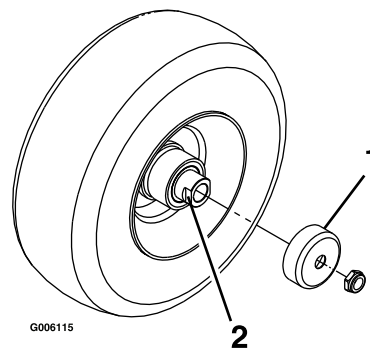

**Figura 42**
9. Retire el engrasador del orificio. Instale el tapón hexagonal y la tapa (Figura 42).